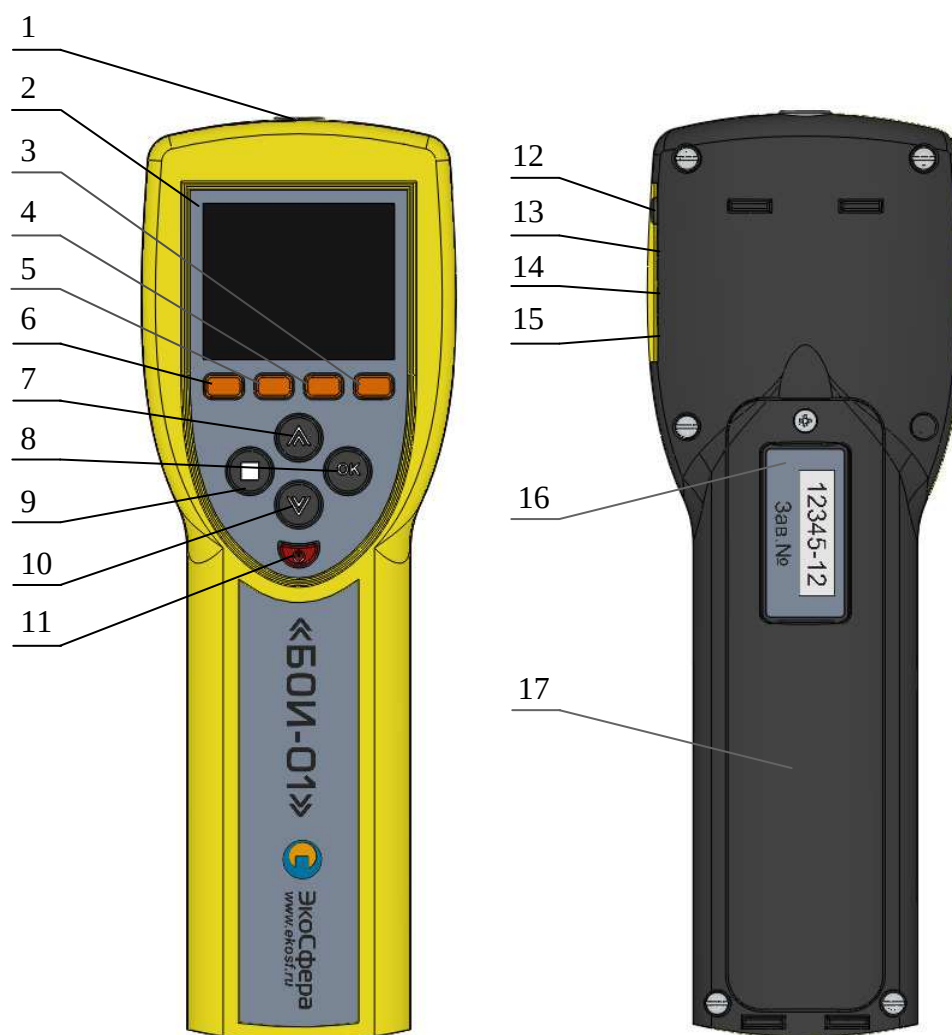

Рис. 1 – Внешний вид блока отображения информации
1.1. Включение блока отображения информации БОИ-01 (далее прибор) производится нажатием кнопки 11 (рис.1). При включении прибора с работоспособными элементами питания происходит автоматическое самотестирование прибора и проверка элементов питания. Отрицательный результат самотестирования при включении прибора сопровождается сообщением об ошибке со звуковой сигнализацией и автоматическим выключением прибора.
2.1. Выбор режимов работы осуществляется нажатием одной из кнопок 3, 4, 5, 6 (рис.1) БОИ-01 и подтверждается увеличением яркости соответствующего индикатора внизу на дисплее над нажатой кнопкой.
Выбор другого режима работы осуществляется нажатием соответствующей кнопки (3, 4, 5, 6), либо выключением прибора нажатием кнопки 11 (рис.1).
осуществляется нажатием кнопки  (кнопка 6, рис.1). Если измерительная головка подключена к БОИ-01, на дисплее высвечиваются численные значения температуры (T:) в °C и относительной влажности (RH:) в % относительной влажности воздуха (Рис.6).
2.4.2. Режим «Пауза» в режиме измерения температуры и влажности осуществляется нажатием кнопки «□» (кнопка 9, рис.1). При этом происходит остановка текущих измерений (Рис.6.) и на дисплее удерживается последнее измеренное значение температуры. Значение влажности воздуха пропадает. Выход из режима «Пауза» и возобновление текущих измерений осуществляется повторным нажатием кнопки «□».
2.4.3. Запись измеренных значений в память блока отображения информации, находящегося в режиме «Пауза» (после первого нажатия кнопки «□») осуществляется выбором пункта меню «Сохранить тчк.:№» (рис.6) и подтверждается нажатием кнопки «ОК» (позиция 8, рис.1). При этом в память под указанным номером точки в текущей сессии измерений заносятся удерживаемые на дисплее значения температуры (T:), последнего измеренного значения влажности (RH:) и календарное время замера данных параметров. Блок отображения информации после записи переходит в режим текущего измерения температуры и влажности.